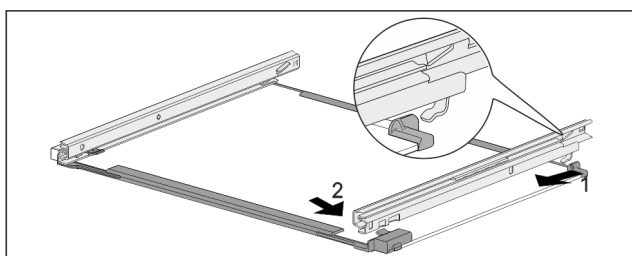

Fig. 78 Glasplade med skinner
- ▶ Fastgør skinnen bagtil. Fig. 78 (1)
- ▶ Lad skinnen gå i indgreb foran. Fig. 78 (2)